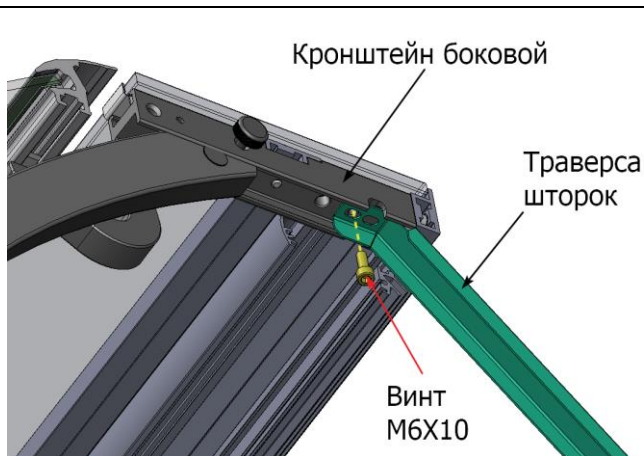

рис. 1
1. Совместить крепёжные отверстия в traversе шторок и боковом кронштейне суперструктуры. Закрепить при помощи винта с внутренним шестигранником M6x10 (рис. 1).